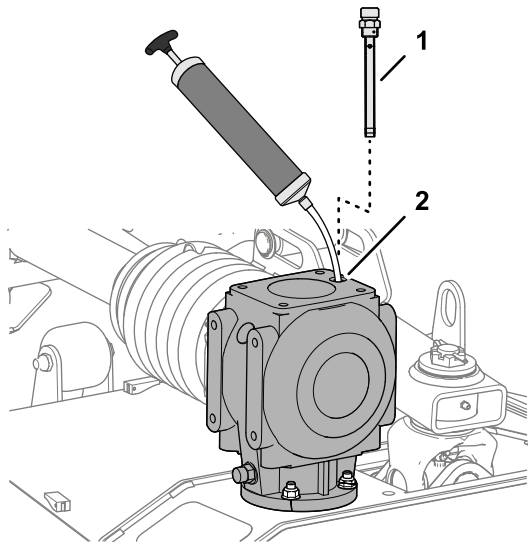

Figure 56
1. Retirez la jauge au sommet du boîtier d'engrenages (Figure 56).
2. Servez-vous d'une pompe d'aspiration pour vider le liquide du boîtier d'engrenages par l'orifice de jauge (Figure 56).